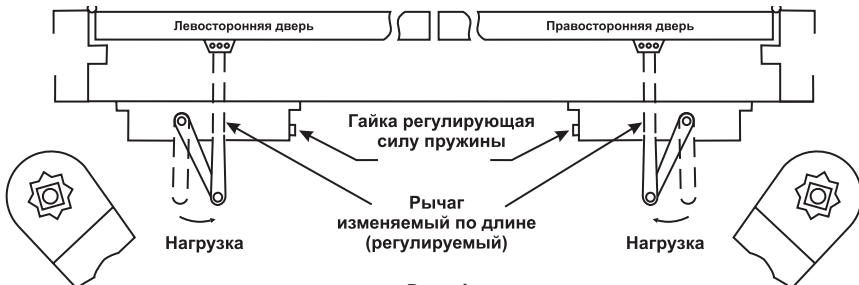

Рис. 4
- 4.6. Отрегулируйте длину изменяемого рычага так, чтобы он был перпендикулярен коробке двери, когда смонтирован с предварительно нагруженным главным рычагом (см. рисунок 4);